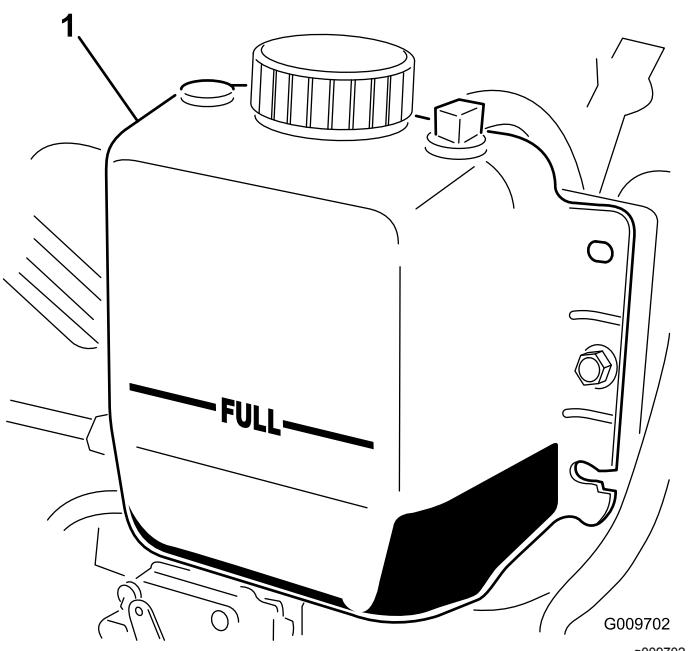

Bild 75
**Hinweis:** Der Kühler sollte bis zur Oberseite des Einfüllstutzens und das Ausdehnungsgefäß bis zur Voll-Markierung gefüllt sein (Bild 75).